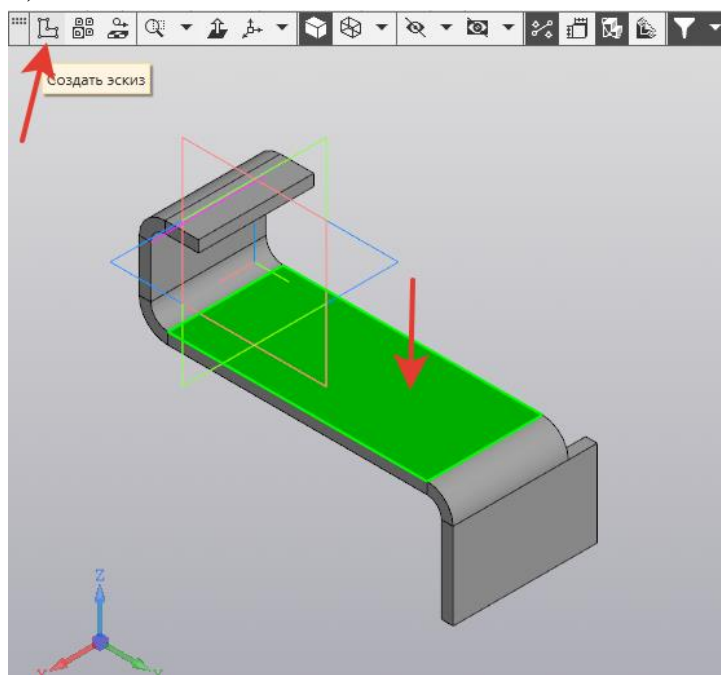

Рисунок 47.
12. Указать грань, на которой будет формироваться сгиб, и создать **Эскиз** (рисунок 47).